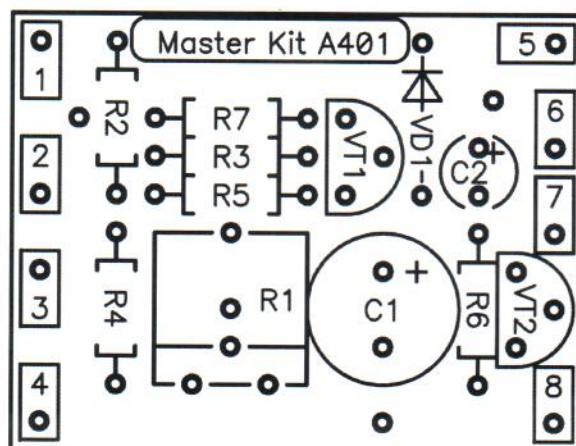

Рис.3 Монтажная схема
- отформуйте выводы элементов и установите их на плате в соответствии с монтажной схемой (**рис.3**);